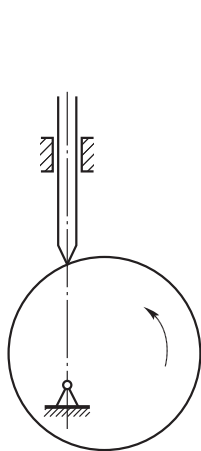

图 3.5
6. 图 3.5 所示为一偏心圆盘形成的凸轮机构。（1）试画出机构在图示位置的压力角；（2）试画出凸轮自图示位置转过 90° 后机构的压力角。